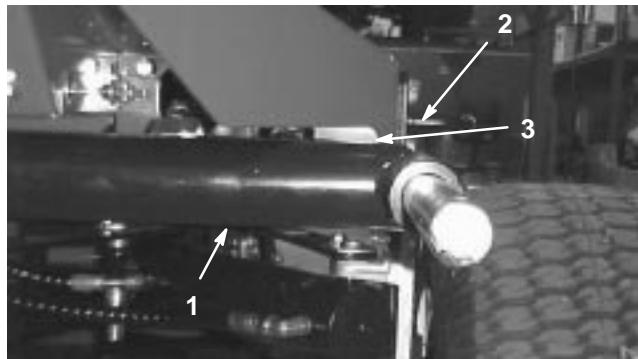
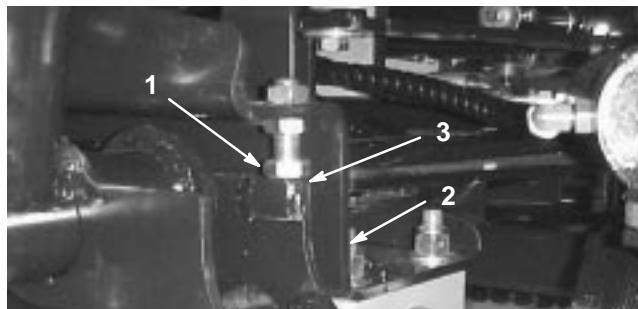
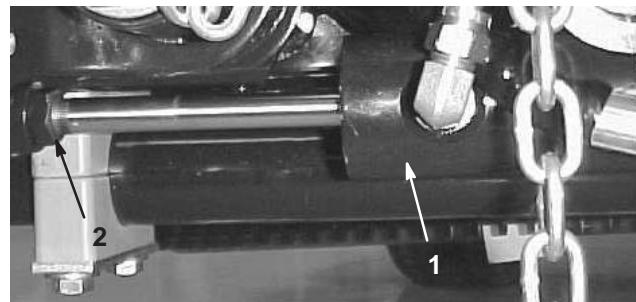

Figure 10
Figure 11
Figure 12
- Mettez le moteur en marche, relevez les plateaux de coupe et vérifiez si l'écartement entre chaque bras de relevage et la patte de la plaque de plancher est compris entre 5 et 8 mm (Fig. 10). Si ce n'est pas le cas, reculez les boulons d'arrêt (Fig. 11) et réglez le vérin de manière à obtenir l'écartement voulu. Pour régler le vérin, reculez l'écrou de blocage sur le vérin (Fig. 12), retirez l'axe à l'extrémité de la tige et tournez la chape. Remettez l'axe et vérifiez l'écartement. Répétez la procédure au besoin. Resserrez l'écrou de blocage de chape.
- Vérifiez que l'écartement entre chaque bras de relevage et le boulon d'arrêt est de 0,13–1,02 mm (Fig. 11). Si ce n'est pas le cas, réglez les boulons d'arrêt de manière à obtenir l'écartement voulu.